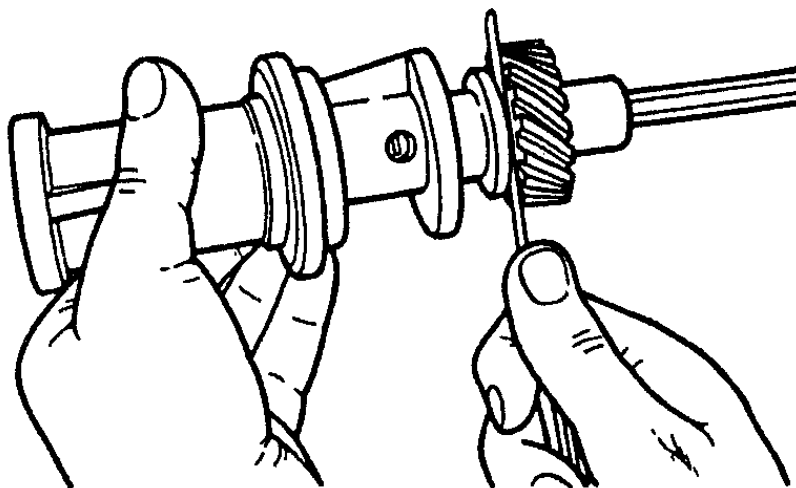

Рис.62. Проверка осевого зазора в приводе масляного насоса
4. Проверить лёгкость вращения валика от руки. Проверить щупом зазор между упорной шайбой и торцом шестерни привода (рис.62), который должен быть 0,15...0,40 мм.